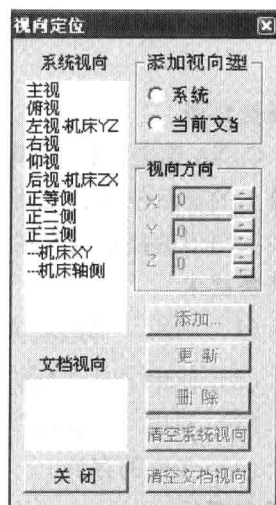

图 1-2 “视向定位”对话框
(2) 单击“视向定位”按钮“”，弹出“视向定位”对话框，如图 1-2 所示。